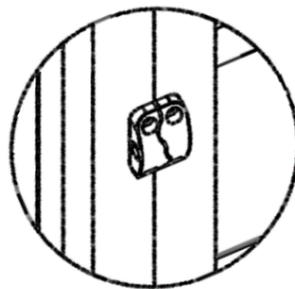

Рис.7. Линейный соединитель
- 7.1.11. При стягивании двух блоков на линейный соединитель (рис.7), уплотнить место смыкания блоков демпферной лентой.